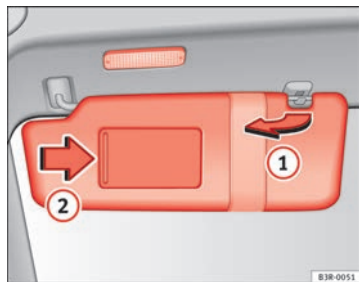

Fig. 99 Parasol
Los parasoles ① para el conductor y el acompañante pueden extraerse de sus fijaciones centrales y girarse hacia las puertas ⇒ fig. 99.